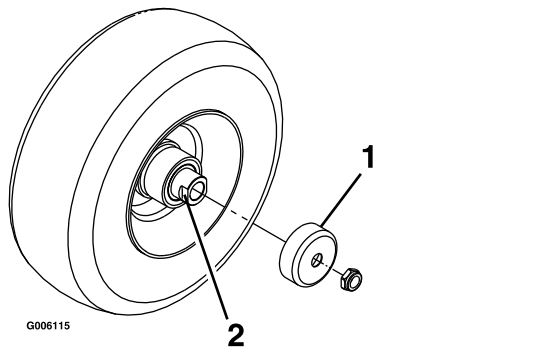

Figura 36
4. Retire los protectores de los retenes del cubo de la rueda (Figura 36).